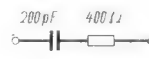

Bild 2. Vereinfachte künstliche Antenne
4. bei Prüfsendern mit hochohmigem Spannungsteiler von 1...5 k Ω im Ausgang ändert sich der Ausgangswiderstand in starken Grenzen je nach der Reglerstellung. Es ist die künstliche Antenne nach Bild 2 zu wählen und der Schlußableich mit heruntergeregelter Ausgangsspannung durchzuführen, damit der Ausgangswiderstand des Senders, der sich zu dem 400- Ω -Widerstand addiert, möglichst klein bleibt.